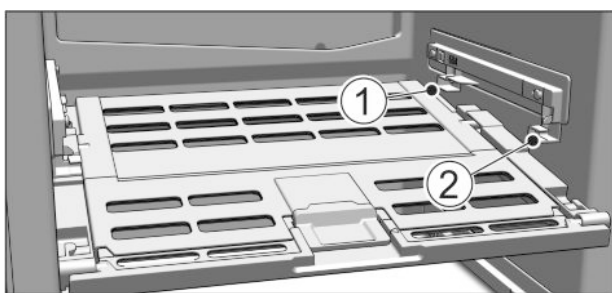

Fig. 10
- ▶ Nasazení víka přihrádky na ovoce a zeleninu: Výstupky víka zaveďte zdola do zadních držáků Fig. 10 (1) a vpředu zaklesněte do držáku Fig. 10 (2).